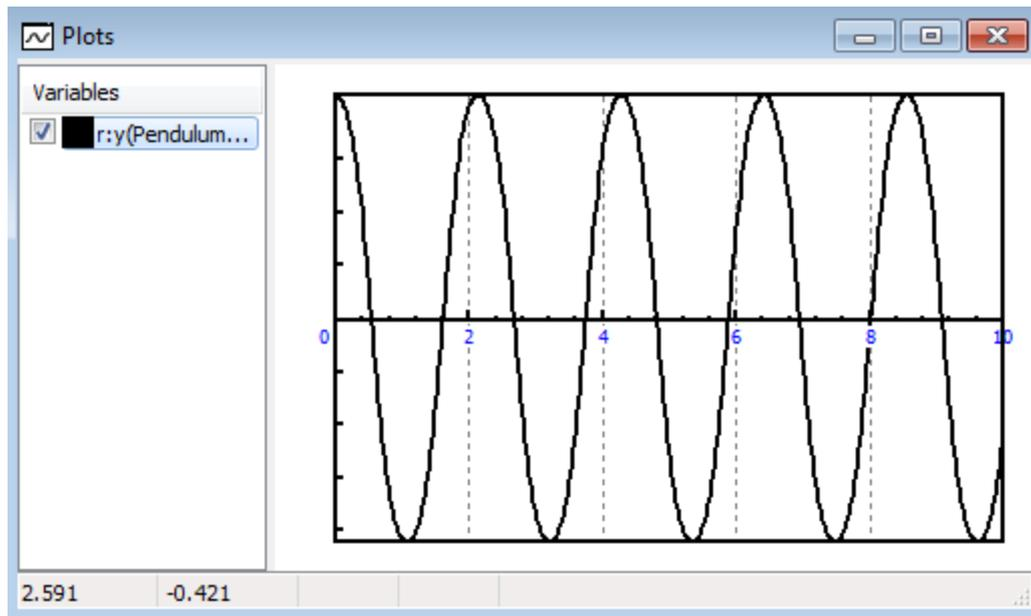

图 1.20 绘制变量时程曲线
- 在 **Object simulation inspector** 仿真控制界面点击 **Integration** 按钮开始仿真，可以看到绘图窗口中显示了变量 **r:y(Pendulum)**的时程曲线，如图 1.20 所示。